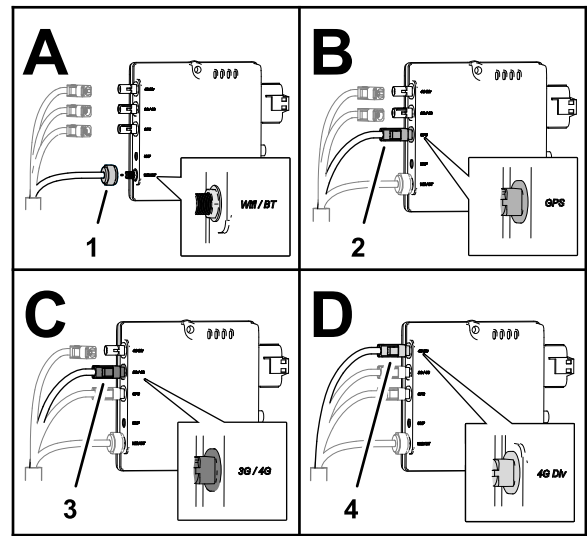

Figura 84
1. Enchufe el conector coaxial del arnés de la antena del módem marcado WiFi en el puerto coaxial del módem CL-55 marcado WiFi/BT, y apriete el conector coaxial (Figura 84).
2. Enchufe el conector rápido coaxial azul del arnés de la antena del módem marcado GNSS en el conector del módem CL-55 marcado GPS hasta que los conectores se enganchen firmemente (Figura 84).
3. Enchufe el conector rápido coaxial violeta del arnés de la antena del módem marcado LTE-1 en el conector del módem CL-55 marcado 3G / 4G hasta que los conectores se enganchen firmemente (Figura 84).
4. **Módem CDMA solamente:** Enchufe el conector rápido coaxial rojo del arnés de la antena del módem marcado LTE-2 en el conector del módem CL-55 marcado 4G Div hasta que los conectores se enganchen firmemente (Figura 84).